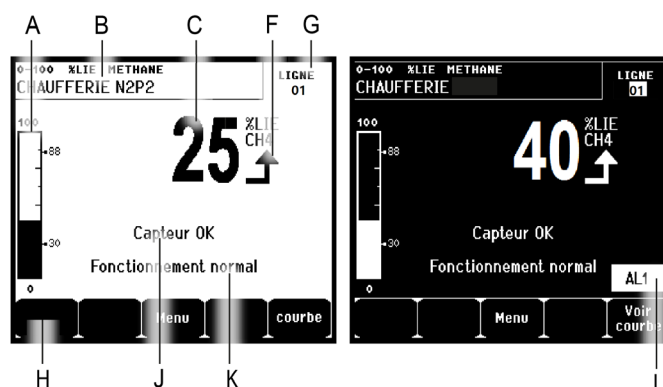

Figure 17 : exemple d'écran d'affichage des mesures en mode normal et en vidéo inverse
L.	Zone d'indication des alarmes activées avec affichage clignotant des seuils. L'écran passe en vidéo inverse (Figure 17, écran de droite).